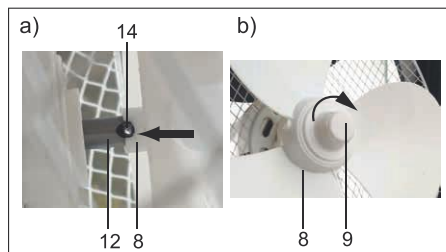

Fig.160: Монтаж ротора
6. Установите ротор (8) на ось двигателя (12). Небольшой поперечный выступ (14) на конце оси двигателя должен при этом войти в паз на блоке двигателя. См. рис. 160, а).
7. Установите крепежную гайку (9) на ротор (8).
8. Закрутите ее по часовой стрелке до упора. См. рис. 160, б).